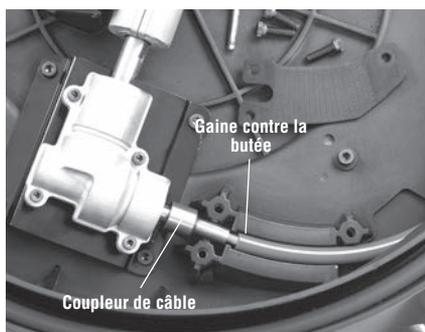

Figure 12 – Remplacement du câble gainé
7. Réassemblez en inversant le processus et en vérifiant le serrage approprié de l'ensemble des vis. Assurez-vous que la gaine de câble arrive contre la butée de son support à l'intérieur du tambour afin de minimiser le câble exposé (*Figure 12*).